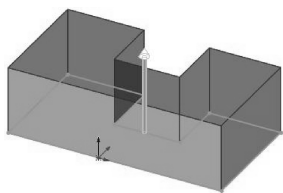

图 3-1 拉伸加材料特征
- **基础特征（加材料）**：也可以称为基于草绘的特征，用于构建基本空间实体。基础特征通常要求先草绘出特征的一个或多个截面，然后根据某种形式生成基本特征。基础特征（加材料）包括拉伸特征、旋转特征、扫描特征、放样特征、边界特征等。图 3-1 为利用**【拉伸凸台/基体】**命令创建的拉伸加材料特征。